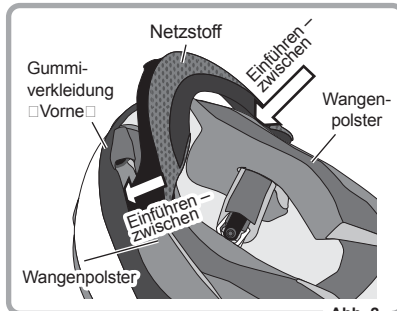

Abb. 2
2. Das Zwischenfutter beider Seiten des Windabweisers zwischen den vorderen Bereich des Wangenpolsters und der Gummiverkleidung einführen. (Abb. 2)